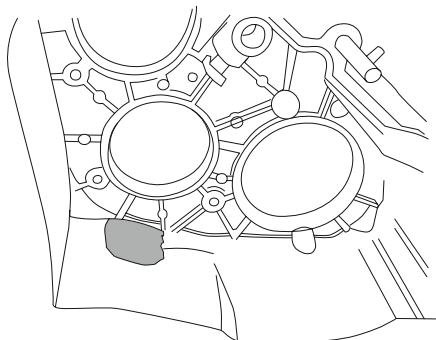

Рис. 3
4. Доработайте данный участок стенки картера раздаточной коробки для дальнейшей установки промвала, используя УШМ или гравёр (см. раздел Инструменты) (**Рис. 3**).